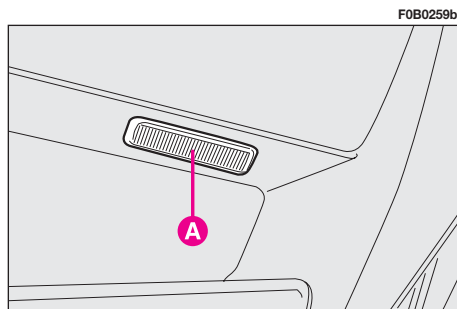

fig. 142
**Luces de las puertas fig. 142**